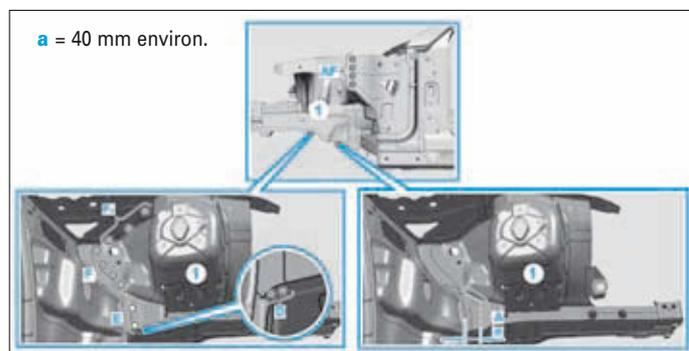

FIG. 23
- Tracer puis découper sur le passage de roue avant (1) dans la zone (C) (Fig.23).